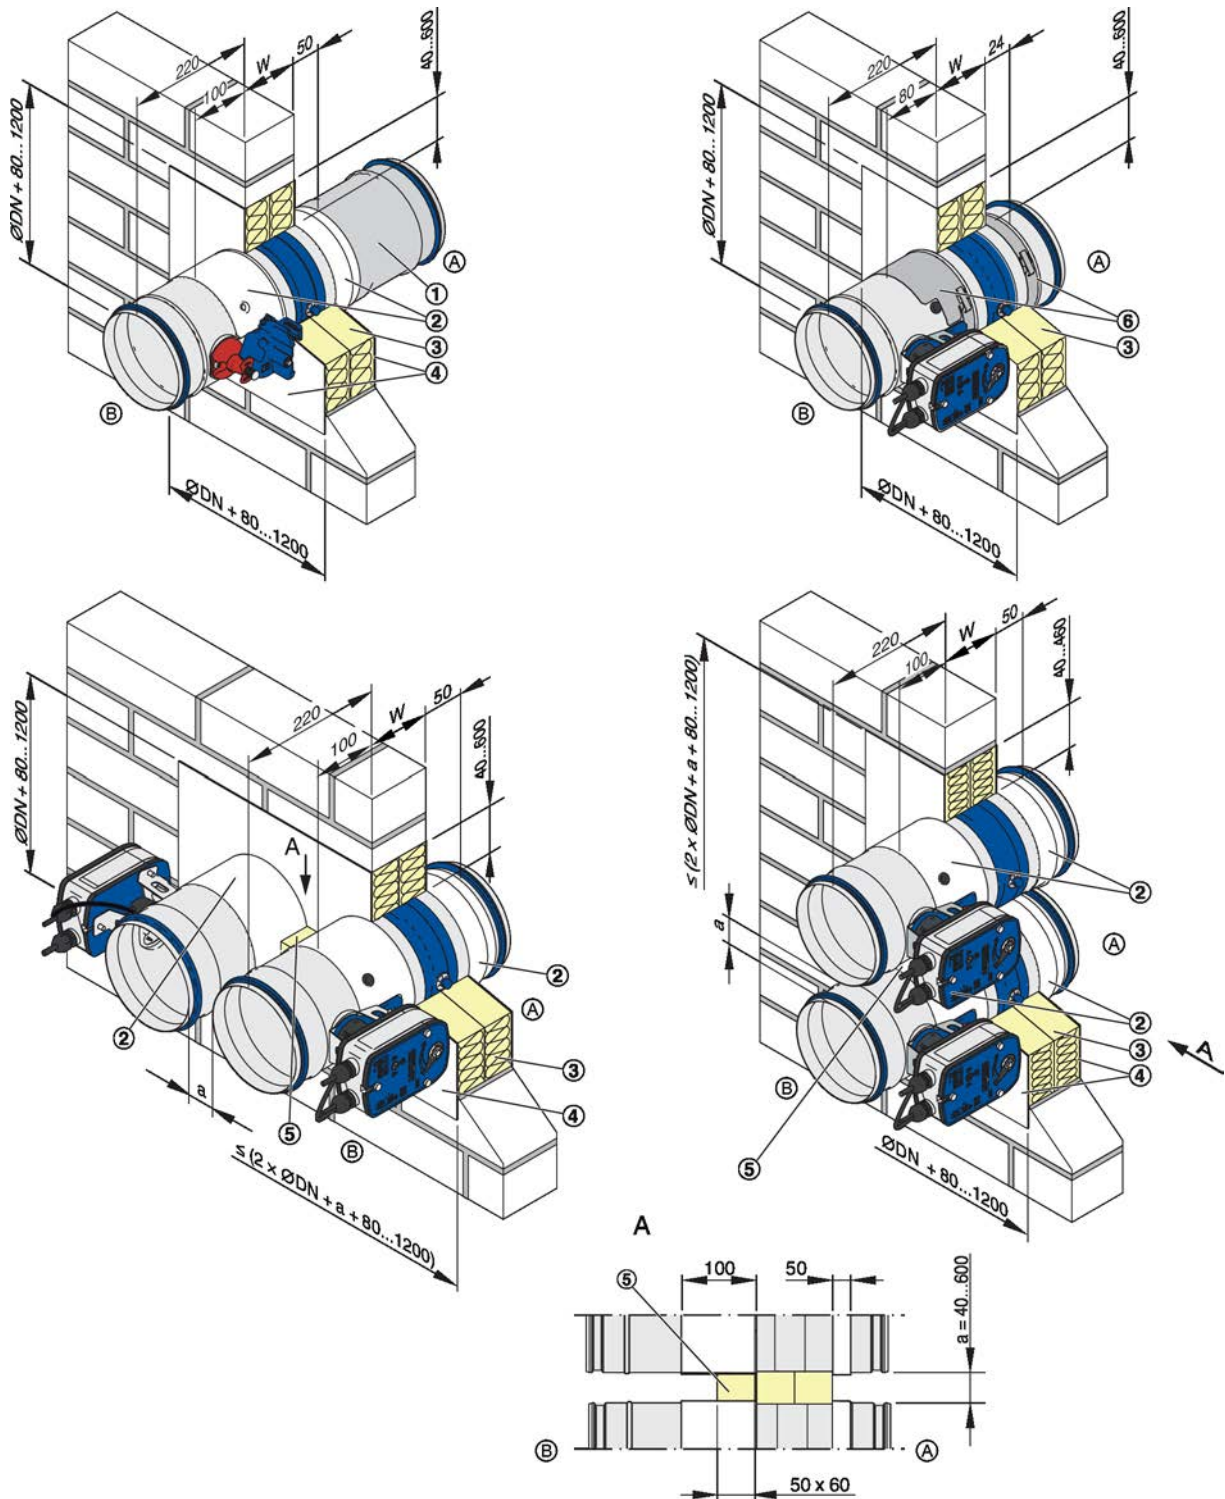

Abb. 11: Einbau mit Weichschott
- ▶ Einbauöffnung vorsehen, siehe Abb. 11. Abstand zwischen Brandschutzklappe und Wandöffnung 40...600 mm